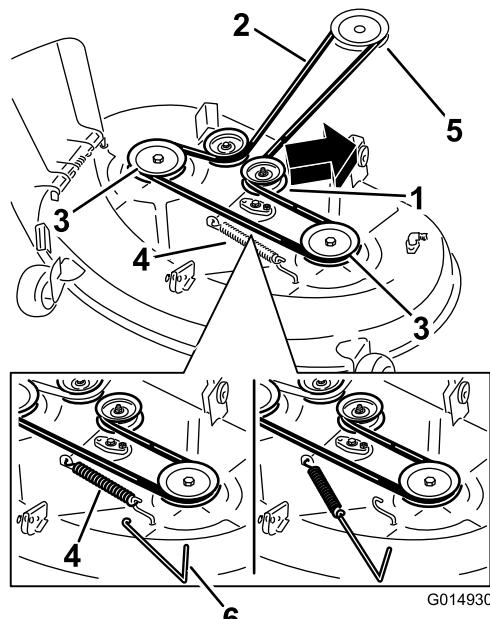
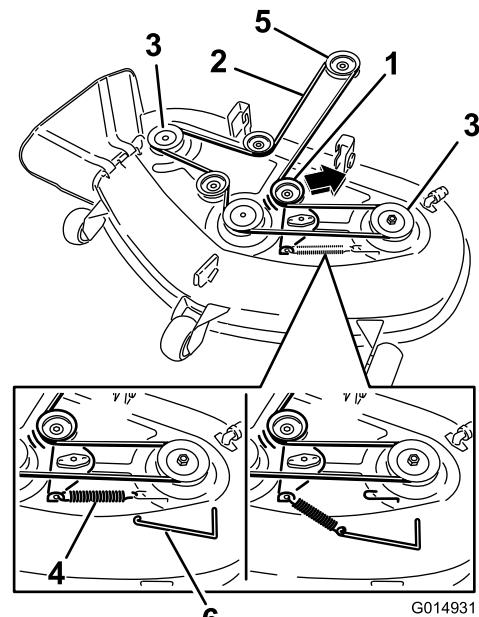

Figure 69
Figure 70
4. À l'aide d'un outil de dépose de ressort (réf. Toro 92-5771), décrochez le ressort du crochet sur le plateau pour éliminer la tension sur la poulie de tension et déchaussez la courroie des poulies (Figure 69 et Figure 70).
- Acheminez la courroie neuve autour des poulies du moteur et du plateau de coupe (Figure 70).
- À l'aide d'un outil de dépose de ressort (réf. Toro 92-5771), accrochez le ressort à l'ergot sur le plateau pour tendre la poulie de tension et la courroie de plateau de coupe (Figure 69 et Figure 70).